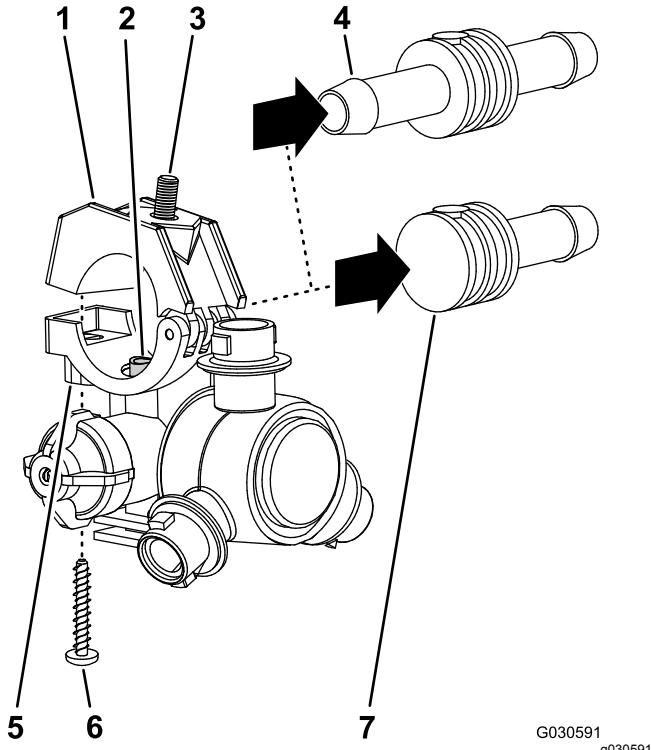

Figura 48
- Retire o parafuso de aço inoxidável (N.º 12 x 1-1/4 pol.) que prende a metade do grampo superior e a haste do tubo rosado simples ou dupla (3/4 pol.) ao corpo do bico do pulverizador e separe a haste do tubo rosado e o tubo do bico (Figura 48).